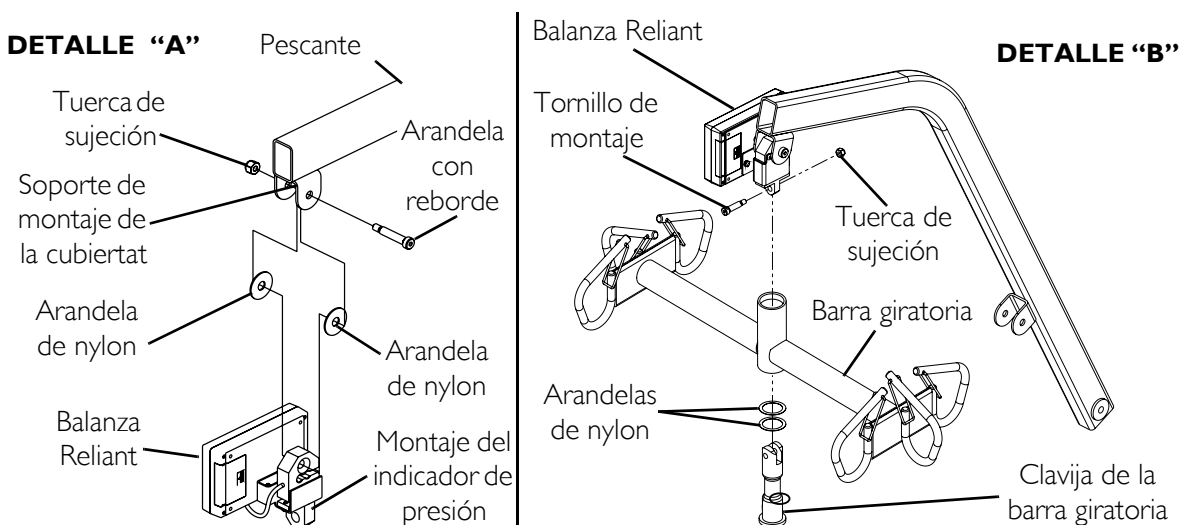

FIGURA 8.2 Instalación de la Balanza Reliant
NOTA: Para este procedimiento, consulte la FIGURA 8.2.
1. Coloque el montaje de indicador de presión de la Balanza Reliant en el soporte de montaje del pescante. Consulte el Detalle "A" en la FIGURA 8.2.
2. Asegure la Balanza Reliant al soporte de montaje de la cubierta con una arandela con reborde, una arandela de acero pequeño, dos arandelas de nylon y una tuerca de sujeción. Ajuste bien. Consulte el Detalle "A" en la FIGURA 8.2. para más información sobre la arandela.
3. Inserte la clavija de la barra giratoria con dos arandelas de nylon a través de la barra giratoria. Consulte el Detalle "B" en la FIGURA 8.2.
4. Alinee los orificios de montaje en la clavija de la barra giratoria con los orificios de montaje en el montaje de indicador de presión. Consulte el Detalle "B" en la FIGURA 8.2.
5. Asegure la clavija de la barra giratoria al montaje de indicador de presión con el tornillo y la tuerca de sujeción provistos. Ajuste bien. Consulte el Detalle "B" en la FIGURA 8.2.